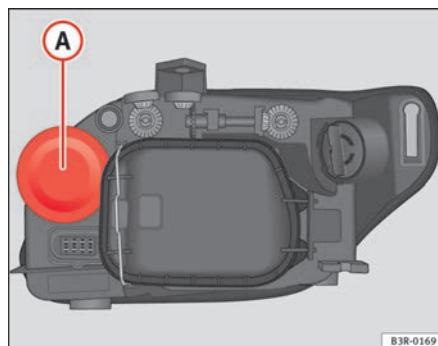

Fig. 203 Lámpara luz intermitente
- Extraiga la tapa de goma ⇒ **fig. 203** tirando de ella.